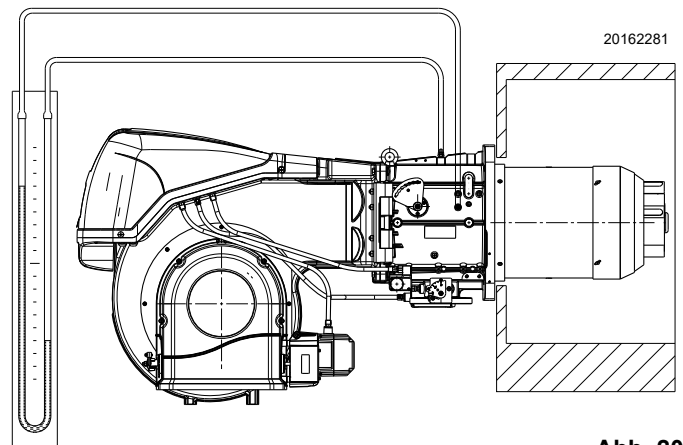

Abb. 20
- Ein U-Rohr-Manometer oder einen Differenzdruckmesser (Abb. 20) mit Anschluss (+) am Gasdruck der Muffe und (-) in der Brennkammer montieren. Hiermit wird die ungefähre MAX.-Leistung des Brenners anhand der Tab. I auf Seite 22 ermittelt.
Das U-Rohr-Manometer (Abb. 20 auf Seite 25) zeigt den Gaseintritt an der Muffe an.
Ein Richtwert kann der Tab. L auf Seite 22 entnommen werden. Es genügt, den Gasdruck am U-Rohr-Manometer abzulesen (auf der Abb. 20 auf Seite 25 dargestellt) und den Anweisungen zu folgen.